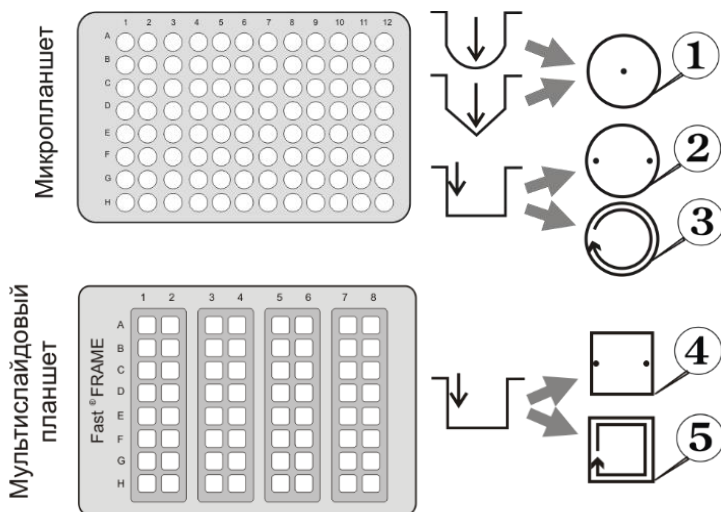

Рисунок 1. Методы аспирации
Прибор имеет 50 устанавливаемых пользователем программ, разделенных в следующие пять категорий по методу аспирации, см. рисунок 1:
5.5 **Выбор программы.** Все программы разделены на пять категорий по 10 программ. Каждая категория относится к различному планшету и, соответственно, методу аспирации (см. рисунок 1):
- Категория **IPF96 U/V** (1) предназначена для микропланшетов с U-образным и V-образным дном, и аспирацией с 1 точки.
- Категории **IPF96 FLAT-2** (2) и **IPF96 FLAT-C** (3) предназначены для микропланшетов с круглым плоским дном и аспирацией с 2 точек или по полному кругу.
- Категории **FastFRAME-2** (4) и **FastFRAME-C** (5) предназначены для мультислайдовых планшетов с квадратным плоским дном и аспирацией с 2 точек или по полному кругу.